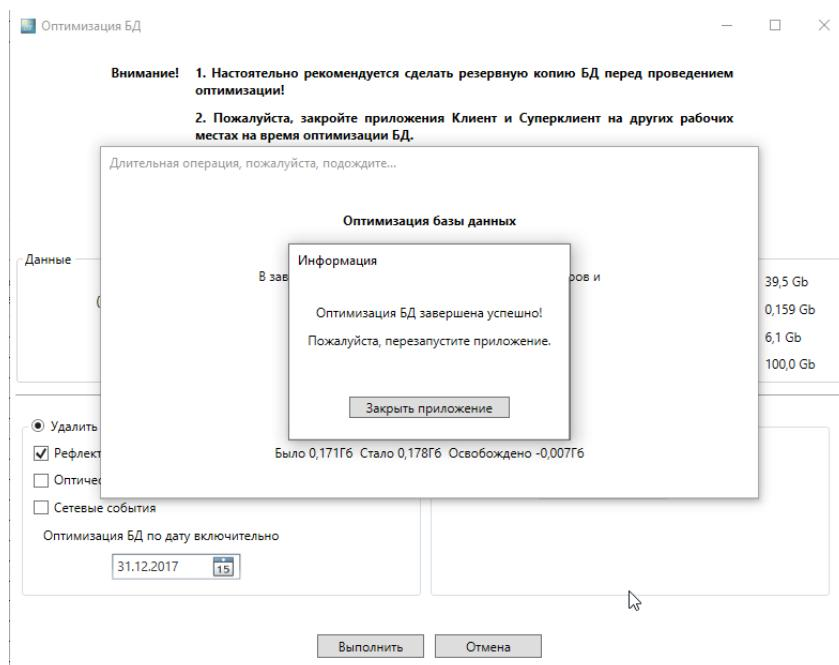

Рисунок 13-5
5. После окончания оптимизации появиться сообщение **Рисунок 13-5**.